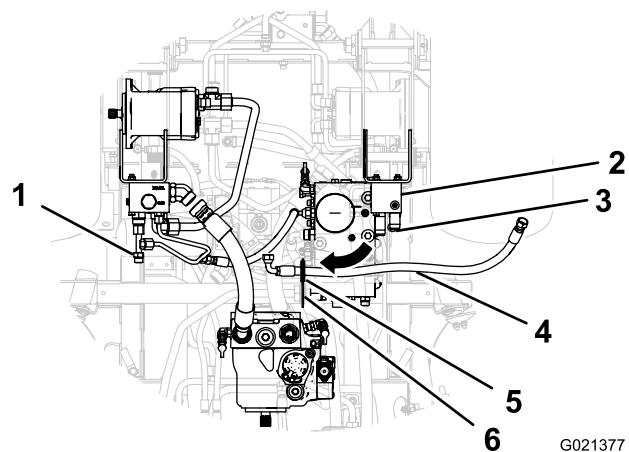

Bild 13
1. Fluchten Sie das 90°-Anschlussstück am Querrohr mit der gepolsterten Führung in der Stützhalterung aus und schieben Sie den Schlauch durch die Halterung (Bild 13).